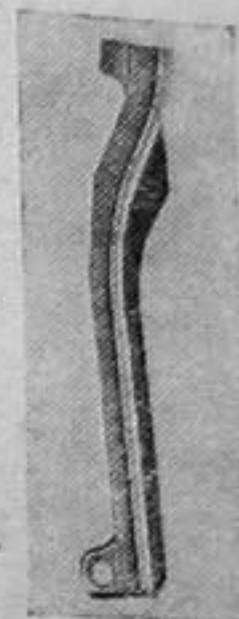

Рис. 23. Рычаг правой подачи
1. Взять падающий рычаг правой подачи (рис. 23) и соединить его с передаточным рычагом.